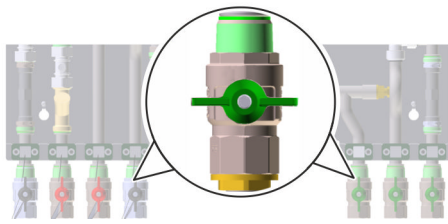

Abb. 86: Kugelhähne schließen
1. ➔ Alle Kugelhähne (Abb. 86) am Frischwarmwassermodul schließen.